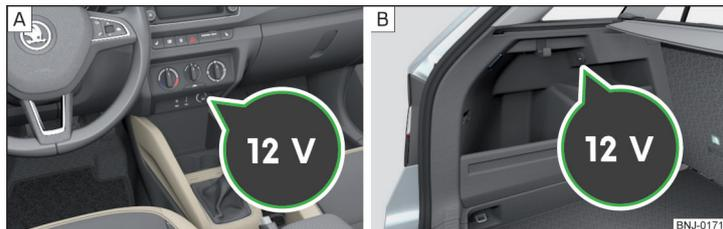

Fig. 77 Couvercle de la prise 12 volts : dans la partie centrale du tableau de bord / dans le coffre
Emplacements des prises 12 volts » fig. 77
- > Retirez le cache de la prise » fig. 77 - A ou ouvrez le cache de la prise » fig. 77 - B.